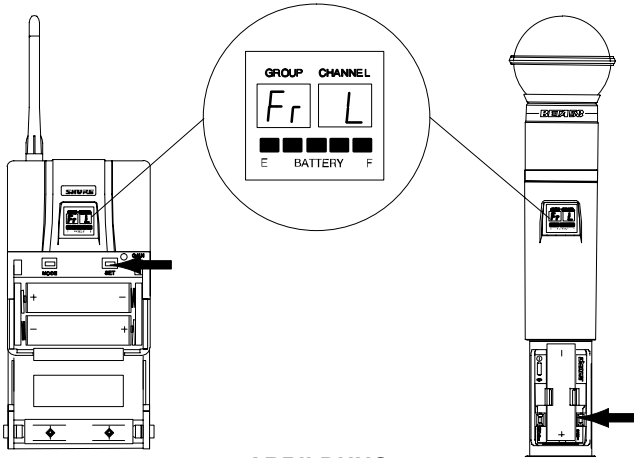

ABBILDUNG 44
2. Den Sender wieder einschalten, und dabei die SET-Taste gedrückt halten, bis die Batterieanzeige des Senders aufleuchtet. Bei Loslassen der SET-Taste erscheint kurzzeitig „Fr L“ auf der Anzeige (Abbildung 44).